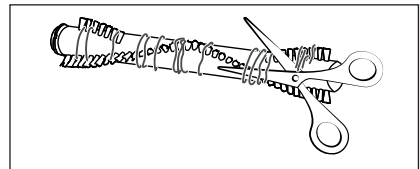

Fig. 26
- 4) Coupez les fils et les cheveux le long des poils du rouleau brosse **20** à l'aide de ciseaux (voir fig. 26). Retirez les fils et les cheveux du rouleau de la brosse **20**.